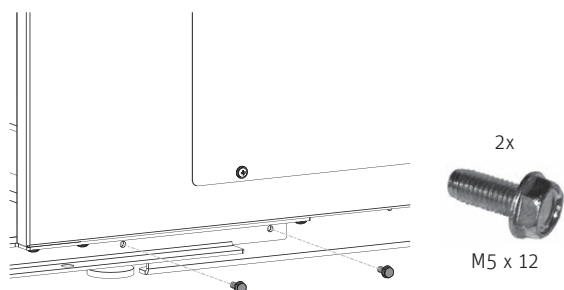

Fig. 70 Avvitare la parete laterale con 2 viti TT
- ▶ Avvitare la parete laterale destra in basso con 2 viti TT M5 x 12 – Fig. 70.